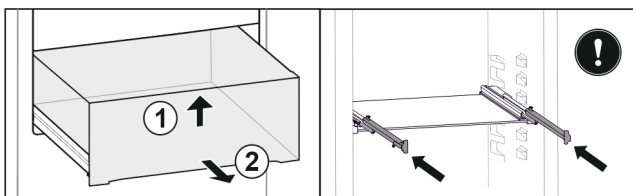

Fig. 27 \*
- ▶ Підняти висувний ящик вперед Fig. 27 (1)\*
- ▶ Витягнути вперед Fig. 27 (2)\*